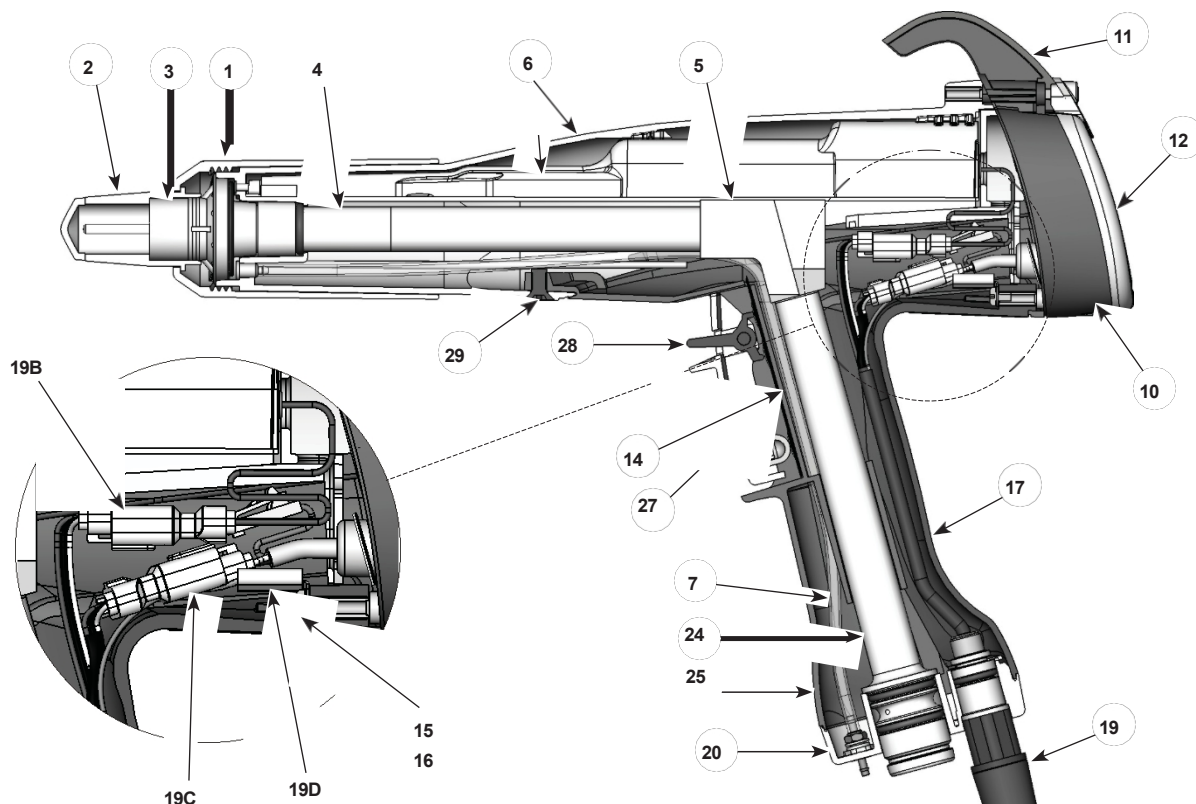
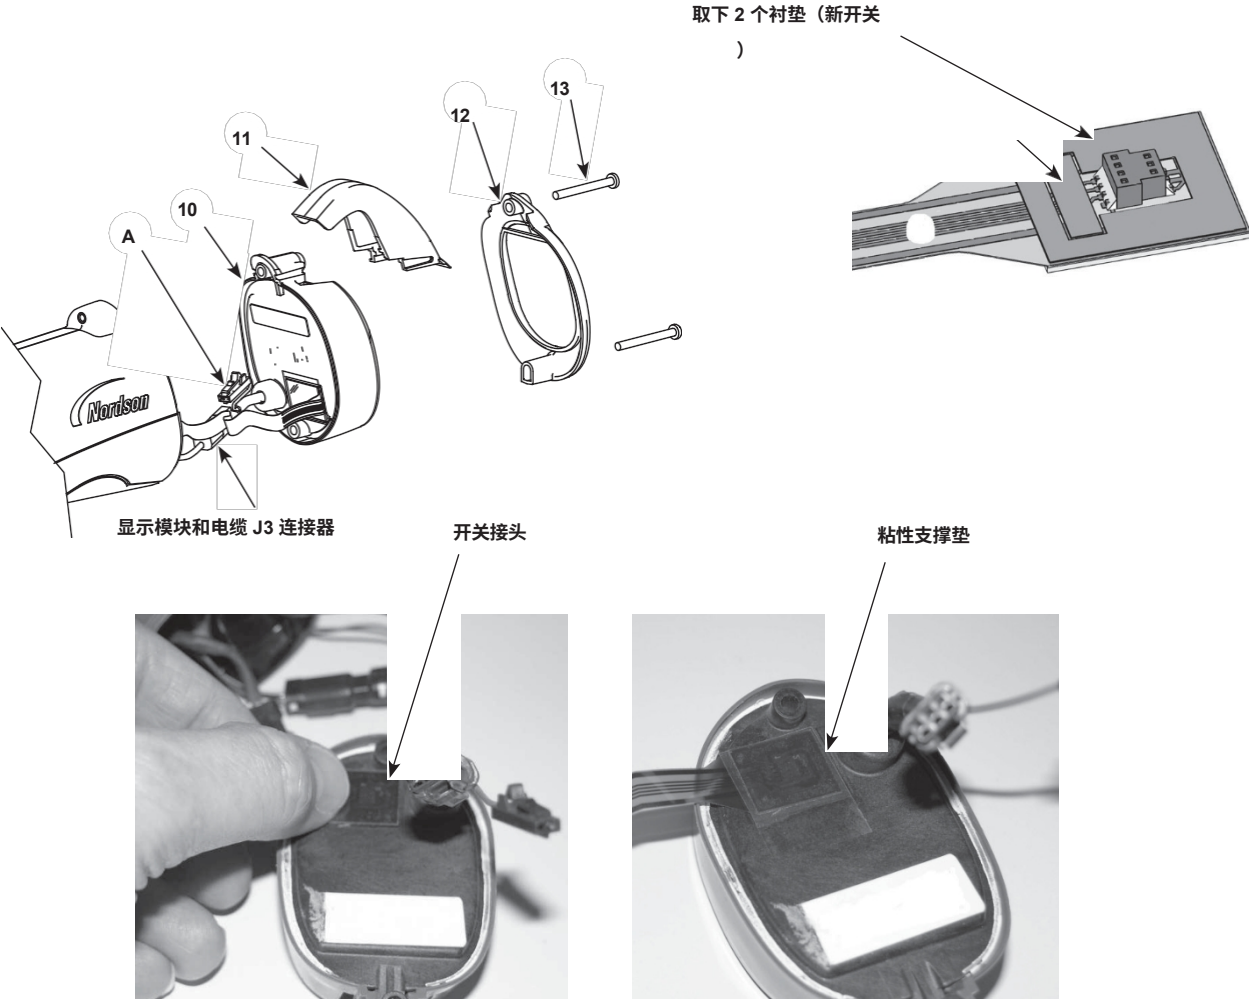

图 10 第五部分 喷枪的查看 (本部分中的项目编号与零部件清单中的项目编号一致)
图 11 更换显示屏 模块
1. 见图 10 和图 11。拧下将挡板 (12)、挂钩 (11) 和显示模块 (10) 固定在枪身上的顶部和底部螺钉 (13)。
1. 在显示模块 (10) 上，，用异丙醇仔细清洁触发开关头安装表面和周围区域。待表面完全干燥后再继续操作。
2. 如果要安装新的触发开关，请从触发开关接头一侧取下两个衬垫，如图 11 所示。
5. 将 J3 显示模块和电缆连接器连接在一起。该版本的喷枪不使用接地线连接器 (A)。
7. 将挂钩 (11) 滑到显示模块上，然后安装挡板 (12)。
8. 安装并拧紧螺钉 (13)。
2. 见图 10。拧下喷嘴螺母，从喷枪上卸下喷嘴和电极组件。
4. 参见图 11。按照显示模块安装（第 18 页）中的说明安装显示模块。
5. 将电极组件 (3) 安装到枪体前部的出口管末端。确保金属丝电极没有弯曲或断裂。